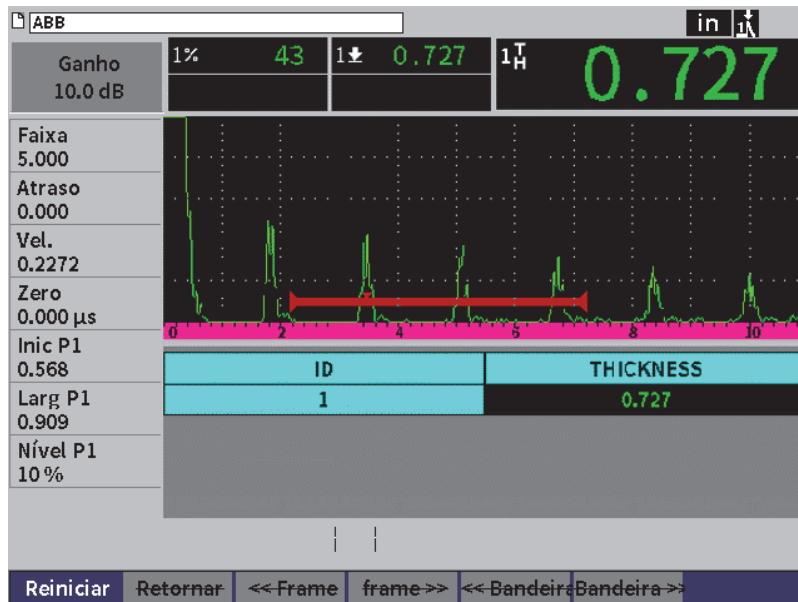

Figura 9-27 Controla a grade no arquivo salvo
5. Pressione o botão Tab para mover o botão **Seleç. ID**, marcar e selecionar a visualização de um ID específico (veja Figura 9-27 na página 159).